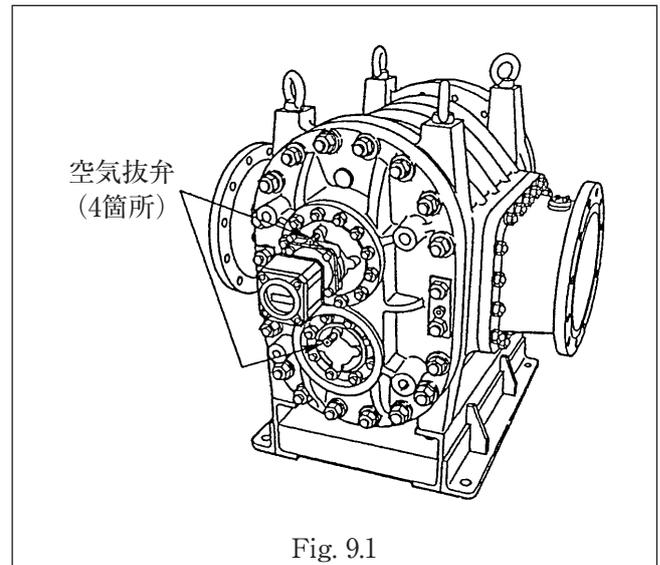

Fig. 9.1
- (1) 運転前にネームプレート記載事項をよく読み、使用条件が仕様に適合しているか確認してください。
- (2) 最初に通液する時、各軸受部は空気抜弁(ベントプラグ)にて空気を抜いてください。(Fig.9.1)